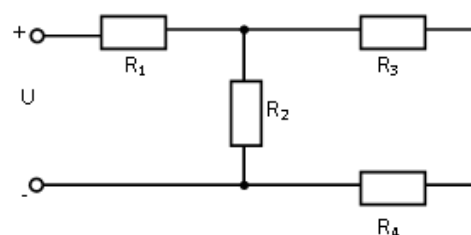

Рис.9
1. Найдите эквивалентное сопротивление (рис.9) и силу тока в цепи, если $R_1=20$ Ом, $R_2=60$ Ом, $R_3=25$ Ом, $R_4=35$ Ом, $U=100$ В.